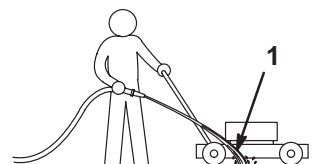

Figure 13
4. Tenez le tuyau d'arrosage à hauteur du mancheron et dirigez le jet d'eau vers le sol, juste devant la roue **arrière droite** (Fig. 13).